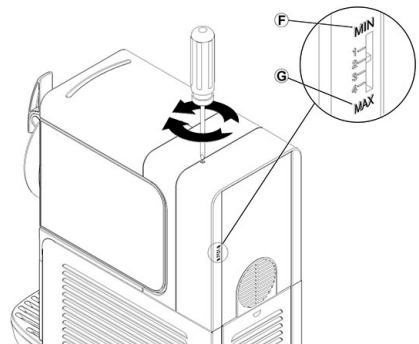

figura 2
- 1** Regulación de la densidad: la densidad ideal del granizado está regulada en fábrica. Para variar dicha densidad, gire con un destornillador el tornillo de regulación alojado en cada una de las paredes traseras del distribuidor (ver figura 2):